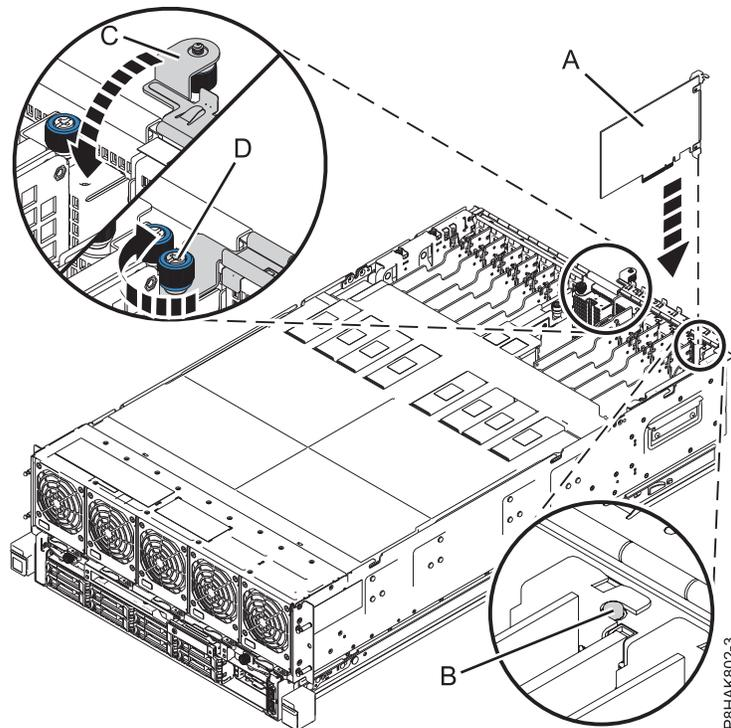

Figure 4. Installation ou remise en place d'une carte PCIe dans le système 8408-44E ou 8408-E8E
6. Saisissez avec précaution le bord supérieur ou la contre-poupée de la carte et alignez la carte avec l'emplacement et son connecteur sur le fond de panier du système (A), comme illustré dans la figure 4, à la page 7.
8. Assurez-vous que l'encoche de la contre-poupée entre en contact avec la broche sur le châssis du système. Voir (B) dans la figure 4, à la page 7.
9. Fermez le support de fixation d'E-S (C) en le faisant pivoter vers le bas, puis serrez la vis moletée captive (D) jusqu'à ce qu'elle soit fixée au châssis du système. Voir figure 4, à la page 7.